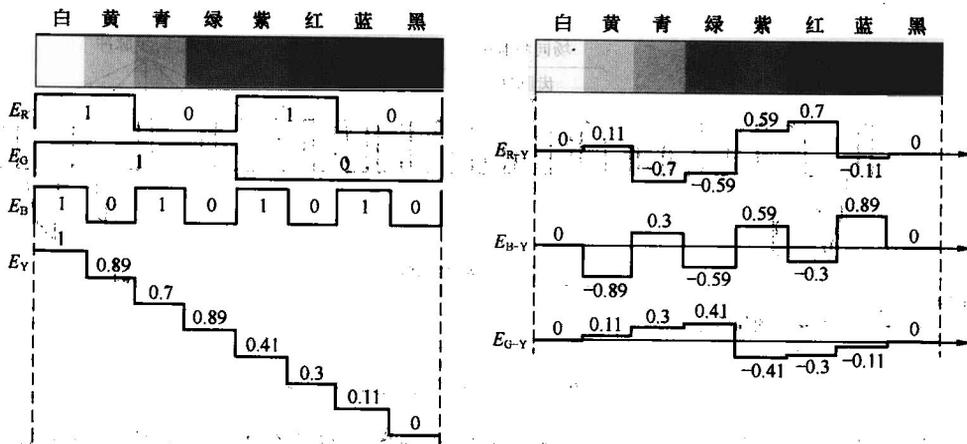

图 1.8 彩条信号示意图
(3) PAL 制特点。PAL 制的逐行倒相是指 V 信号逐行倒相。这样做的目的是为了克服 NTSC 制在信号传送过程中容易出现相位失真的缺点。如果相位失真，会造成图像色调难以真实还原，也即色调失真，就是偏色。
(4) 彩条信号。标准彩条信号为白、黄、青、绿、紫、红、蓝、黑，如图 1.8 所示。